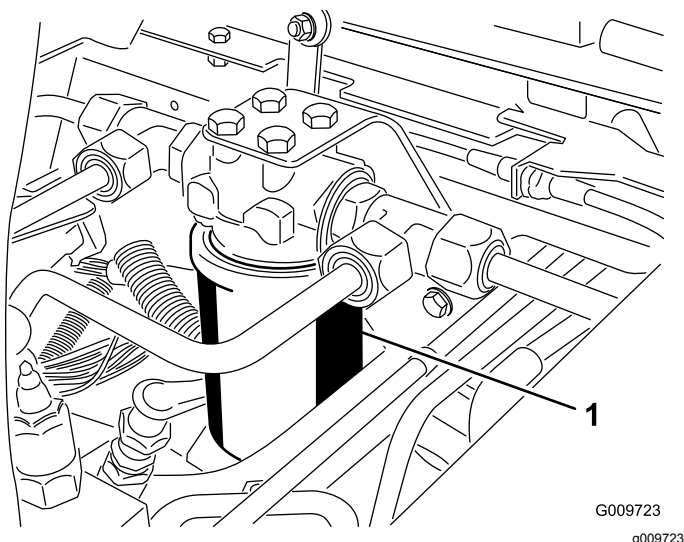
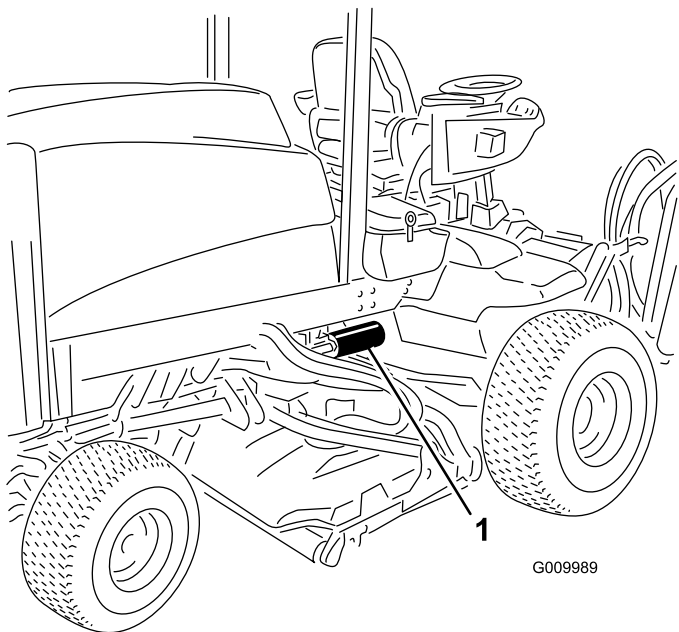

Figura 53
Figura 54
2. Pulite la superficie circostante il filtro. Collocate una bacinella di spurgo sotto il filtro (Figura 53 e Figura 54).